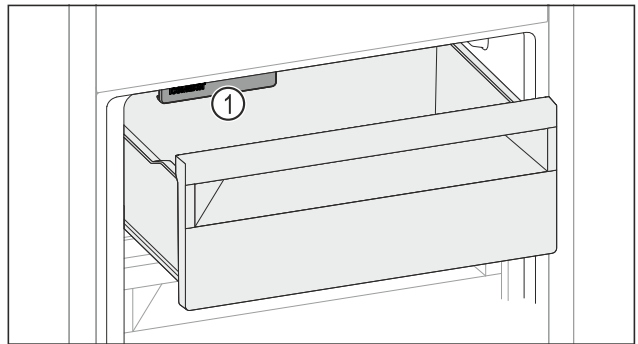

Fig. 209
- ▶ IceMaker Fig. 209 (1) berücksichtigen.